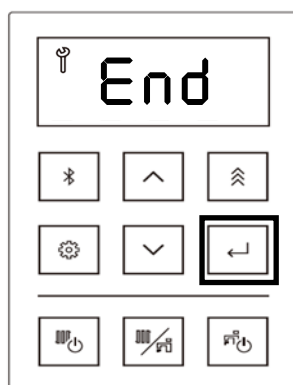

Figura 151
20. Pulse el botón Seleccionar, y la pantalla mostrará "End" (Fin) (Figura 151).